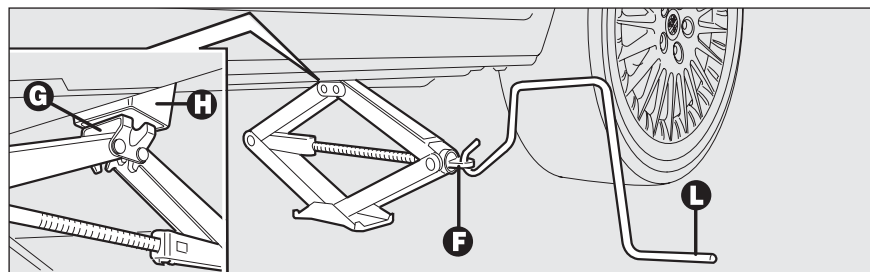

fig. 7
- ☐ azionare il dispositivo **F-fig. 7** in modo da distendere il cric, sin quando la parte superiore del cric **G** si inserisce correttamente all'interno del dispositivo di ritenuta **H**;
- ☐ inserire la manovella **L-fig. 7** per permettere l'azionamento del cric e sollevare la vettura, sino a quando la ruota si alza da terra di alcuni centimetri;